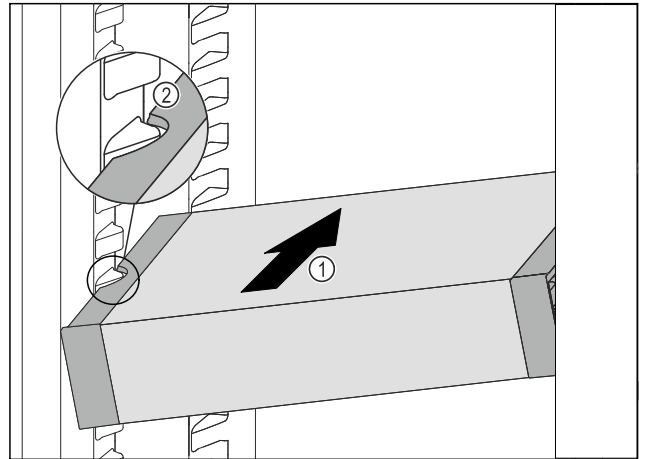

Fig. 95
- VarioSafe schräg in das Kühlteil einschieben Fig. 95 (1), bis sich die seitlichen Aussparungen Fig. 95 (2) des VarioSafes auf Höhe der Behälterrippe im Kühlteil befinden.